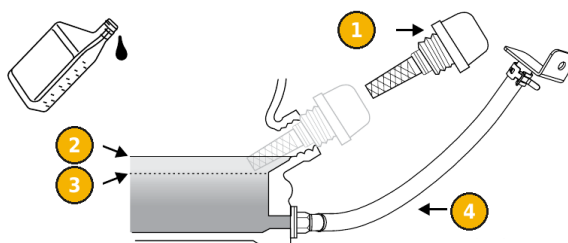

FIG. 5 — Enchimento e verificação do óleo
- 2) Rode o manípulo de fecho (8) e retire a tampa de manutenção (7).
- 3) Desenrosque e retire o tampão de enchimento com vareta (1, FIG. 5).
- 4) Com a ajuda do funil, adicione óleo SAE 10W-30 até ao nível máximo (2), situado no bordo inferior do bocal de enchimento. A capacidade é de 0,4 L. Não encha em excesso.
- 5) Limpe a vareta, introduza-a sem a enroscar e verifique se o nível fica entre o máximo (2) e o mínimo (3).
- 1) Retire a tampa de manutenção e o tampão de enchimento (1, FIG. 5).
- 2) Com um alicate, desloque para baixo a braçadeira elástica do tubo de drenagem (4) e retire o tubo do seu suporte.